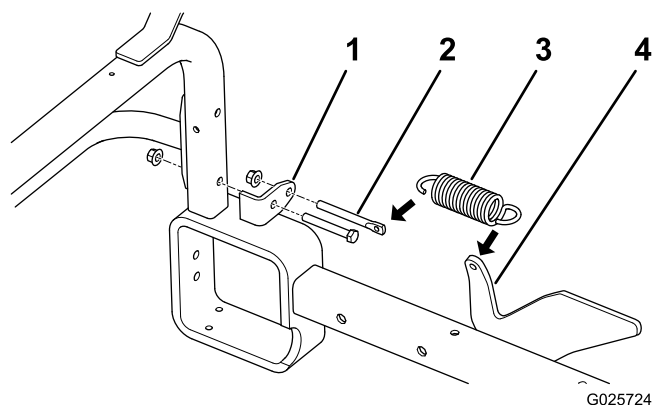

Рисунок 7
2. Отверните **нижнюю** гайку и болт крепления каждого монтажного кронштейна трубы сцепки к вертикальным трубам рамы (Рисунок 7).
Примечание: Расположите кронштейны пружин, как показано на Рисунок 7.